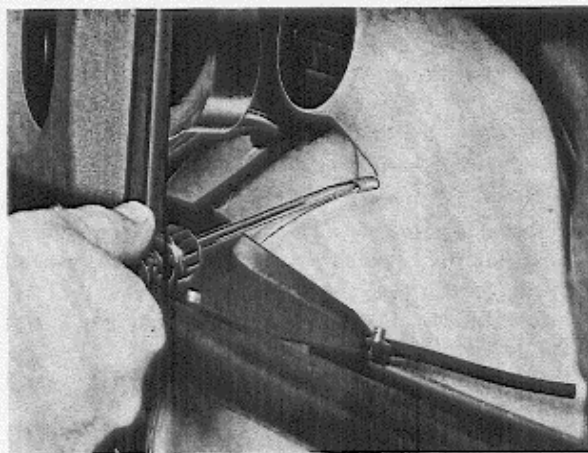
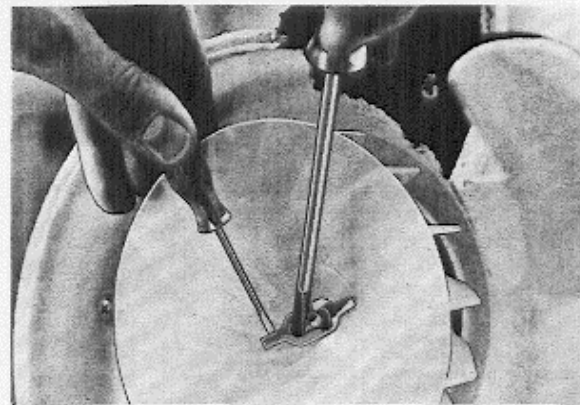

Abb. 8-19 Entfernung der Federklammern für äußere Gehäusewand
Abb. 8-20 Ausbau der Turbinenradsicherung
8. Federklammern an der Gehäuseaußenwand der Zentraleinheit (Abb. 8-19) aufbiegen und entfernen. Gehäusewand abnehmen.
9. Sicherungsblech am Turbinenrad mit Hilfe zweier Schraubenzieher (Abb. 8-20) entfernen. Turbinenrad abziehen.
5. Federklammern zur Befestigung der äußeren Gehäusewand aufbiegen und entfernen (Abb. 8-19). Gehäusewand abnehmen.
6. Sicherungsblech für das Turbinenrad mit Hilfe zweier Schraubenzieher (Abb. 8-20) entfernen und das Turbinenrad abziehen.
22. Rechte äußere Gehäusewand (Abb. 8-19), Turbinenrad (Abb. 8-20 sowie innere Gehäusewand von der Zentraleinheit abbauen.